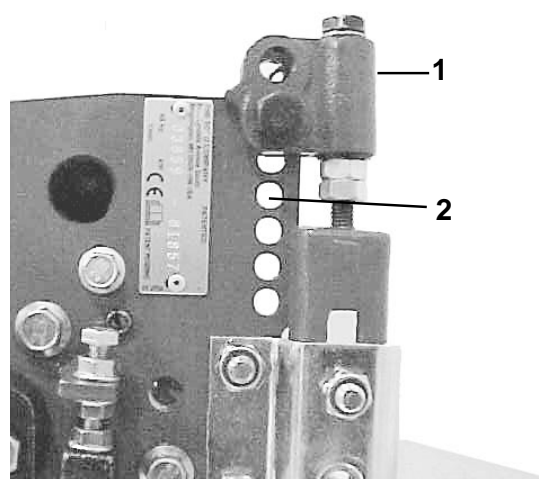

Fig. 12
3. Still inn bakre støttebrakett og sideplate; bruk det omtrentlige målet som står i tabell 1. Bakre støttebrakett er enten i øvre eller nedre stilling, og sideplaten kan være i hull 1 til 4, idet 1 er det øverste hullet (fig. 12).